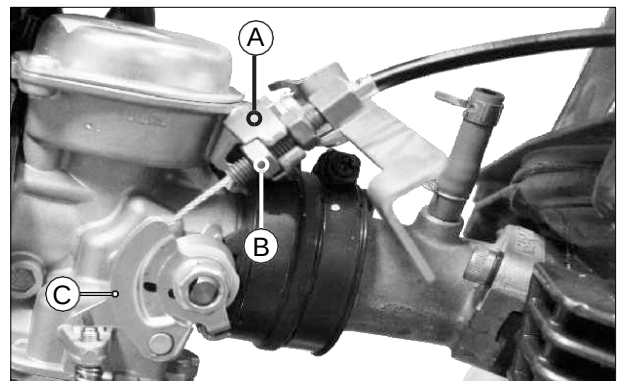

Fig. 3.29
- Ahora, afloje completamente la tuerca (A) y desacople el cable del acelerador del soporte del carburador (B) y el carburador (C). (Fig. 3.29)